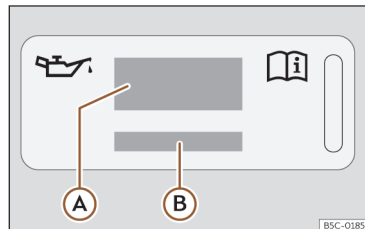
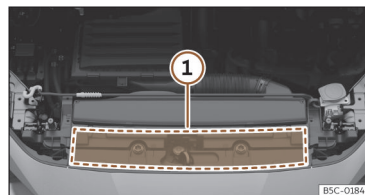

Fig. 222 No compartimento do motor: etiqueta de óleo do motor
Fig. 223 No compartimento do motor: zona de localização da etiqueta de óleo do motor
Legenda da >>> **Fig. 222:**
Se tiver de adicionar óleo do motor, utilize um dos óleos indicados na etiqueta >>> **Fig. 222**. A etiqueta com a norma prescrita encontra-se na parte da frente do compartimento do motor >>> **Fig. 223** ①. Se utilizar o óleo do motor recomendado, é possível corrigir o nível do enchimento tantas vezes quantas forem necessárias.
- Se faltar a etiqueta com a especificação do óleo do motor >>> Fig. 222, contacte uma oficina especializada.